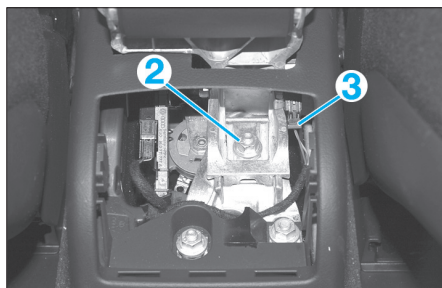

Fig. 2
- Déposer l'écrou de fixation (2) et débrancher le connecteur (3) (Fig.2).